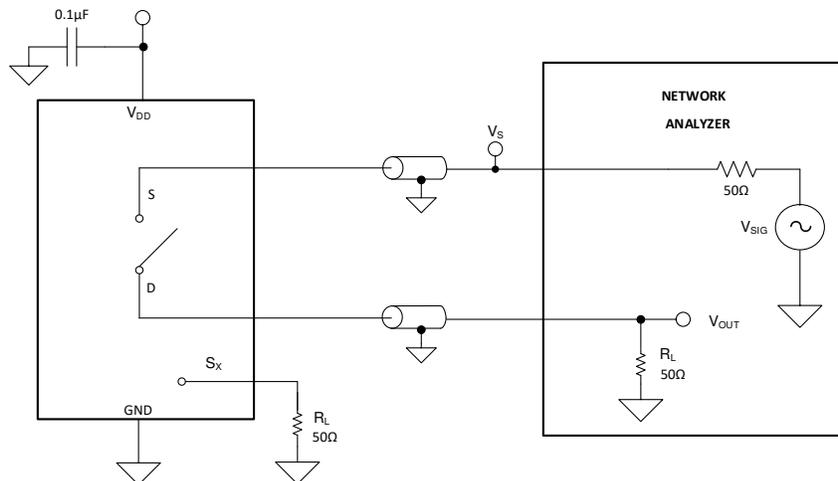

図 7-8. オフ絶縁測定時の設定
オフ絶縁は、オフチャンネルのソース ピン (S_x) に信号が印加された場合に、そのデバイスのドレイン ピン (D) に現れる信号の比率として定義されます。図 7-8 に、測定を行う際の設定と、絶縁を計算するための式を示します。